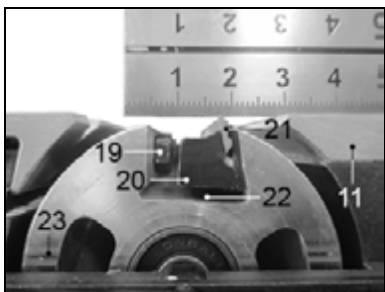

Рисунок 8.
9.2. Замена и установка ножей (Рис. 8)